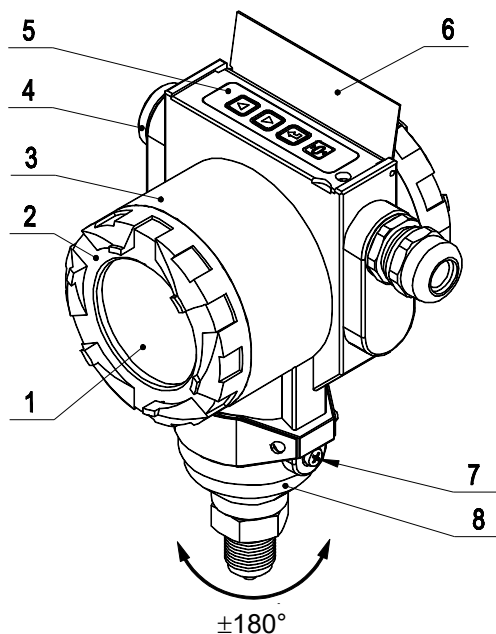

Рисунок 2.3 – Общий вид АИР-30М (корпус АГ-19)
- кнопки «», «», «» для работы с меню (см. рисунок 2.3);